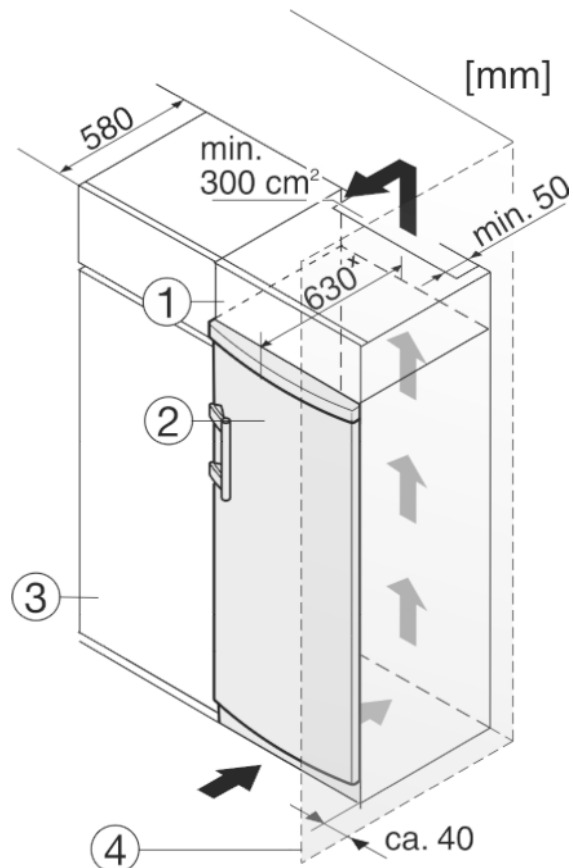

Fig. 9
Устройство может быть окружено кухонными шкафами. Чтобы уравнивать устройство Fig. 9 (2) по высоте с кухонной стенкой, можно установить над устройством дополнительный шкафчик Fig. 9 (1).
При комбинировании с кухонными шкафами (глубина макс. 580 мм) устройство можно установить непосредственно рядом с кухонным шкафом Fig. 9 (3). Устройство выступает сбоку на 34 мм* и по центру на 50 мм* относительно передней стенки кухонного шкафа.
Если устройство установлено на шарнирах у стены *Fig. 9 (4)*, то расстояние между устройством и стеной должно быть не менее 40 мм. Настолько выступает ручка при открытой дверце.